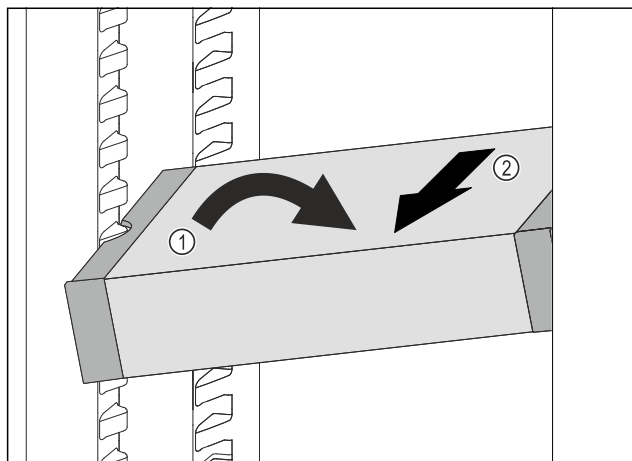

Fig. 111
- ▶ Poziționați oblic VarioSafe în frigider. Fig. 111 (1)
- ▶ Extrageți VarioSafe spre înainte. Fig. 111 (2)